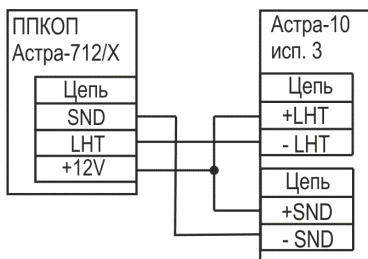

Рисунок 4
- к ППКОП "Астра-712/х" - рисунок 4;